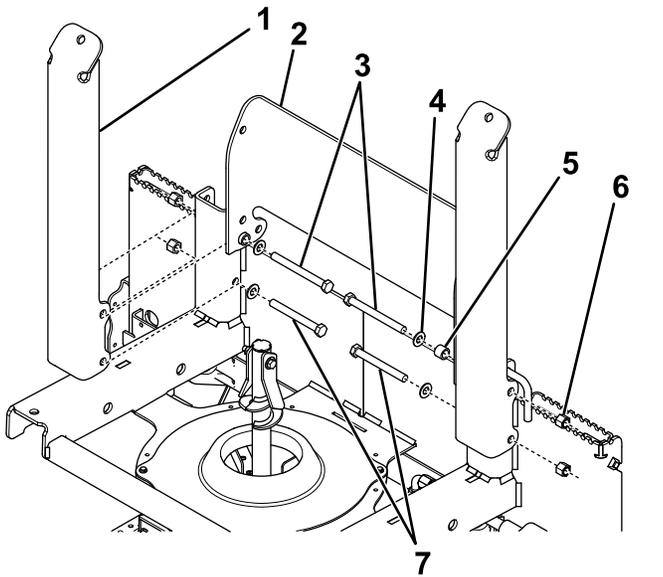

Bild 3
1. Befestigen Sie eine gerade Gabel und eine Seite des Anschlagpuffers für die Streuerbox auf eine der Gabelaufnahmen und befestigen Sie diese mit einer Schraube ($\frac{1}{2}$ " x 5"), zwei Unterlegscheiben ($\frac{1}{2}$ "), zwei Nylon-Sicherungsmuttern ($\frac{1}{2}$ ") und einer Büchse, wie in Bild 3 dargestellt.